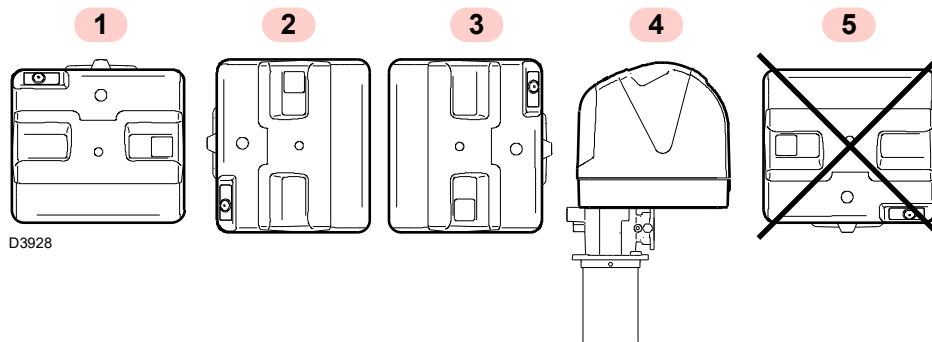

Abb. 8
- Der Brenner kann ausschließlich in den Stellungen **1, 2, 3** und **4** Abb. 8 betrieben werden.